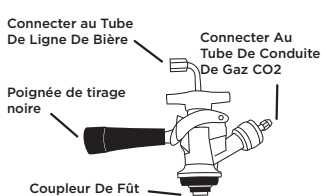
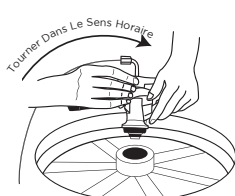

fig. 1
fig. 2
1. Assurez-vous que la poignée de tirage noire du robinet est en position fermée (haut) avant de l'installer sur le kegerator (Fig. 1 - ci-dessous). Insérez le coupleur de fût dans le col de verrouillage du fût de bière et tournez 1/4 de tour dans le sens horaire pour le verrouiller en position (Fig. 2 - ci-dessous). Cela signifie qu'il est fixé au kegerator.
2. Lors de la connexion de la ligne de bière, il est très important que la rondelle en caoutchouc noire soit installée à l'intérieur de l'écrou à ailettes avant de connecter la ligne de bière au robinet. Retirez le capuchon de protection en caoutchouc noir situé sur le dessus du robinet et vissez l'écrou à Ailettes avec la rondelle en caoutchouc. Serrez-le fermement à la main. (Fig. 2 - ci-dessous)